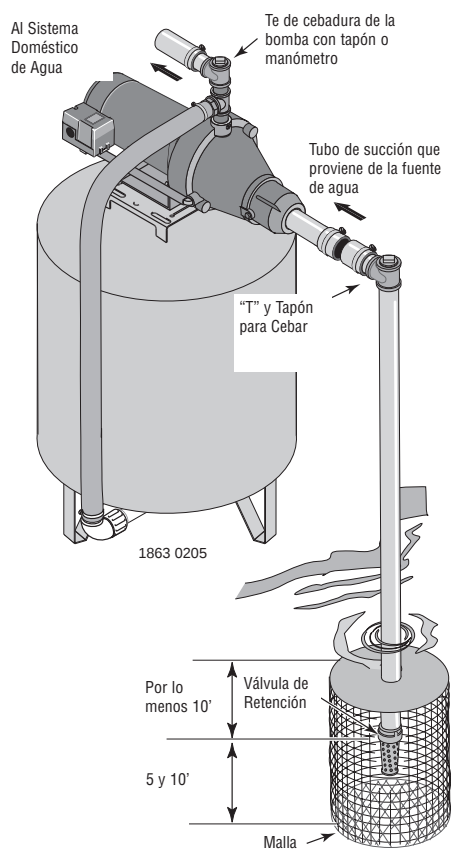

Figura 3: Instalación para agua superficial
Instalación para agua superficial (Figura 3)
2. Instale una válvula de retención y la tubería de succión (vea la Figura 3). Asegúrese de que la válvula de retención funcione libremente. Utilice cinta de teflón o un compuesto a base de teflón especial para juntas de tuberías den las juntas roscadas de la tubería. Proteja la conexión de la válvula de retención de peces, basura, etc., con la instalación de una malla de alambre a su alrededor (Vea la Figura 3).
4. Instale una "T" para cebar, tapón para cebar y la tubería de succión a la bomba (vea la Figura 3). Soporte la tubería para que no haya inclinaciones verticales o hundimientos en ella a fin de que no ejerza tensión sobre el cuerpo de la bomba y con el propósito de que no se incline ligeramente hacia arriba desde el pozo hacia la bomba (los puntos altos pueden ocasionar que se formen bolsas de aire que pueden bloquear la bomba). Selle las juntas de la tubería de succión con cinta de Teflón™ o con un compuesto a base de Teflón™ especial para juntas de tuberías. Las juntas deben ser a prueba de agua o estar herméticamente cerradas. Si la tubería de succión pudiera succionar aire, la bomba no podrá sacar agua del pozo.